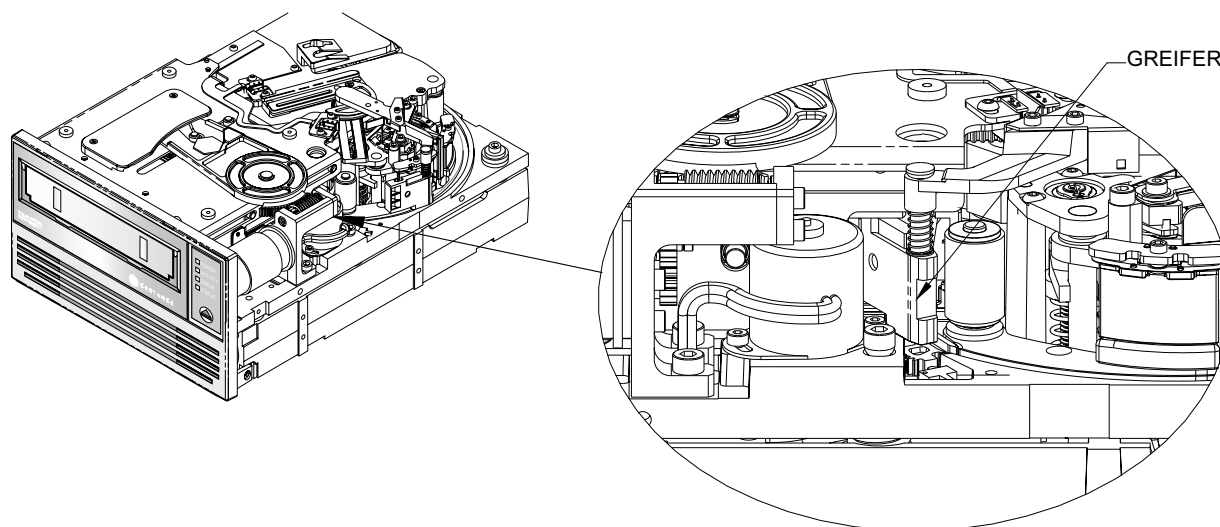

Abbildung 26. LTO-1- und LTO-2-Laufwerke mit dem Bandgreifer in der Nähe der Kassette dargestellt
9. Schieben Sie den Greifer vorsichtig zur Kassette hin, wie in Abbildung 26 auf Seite 86 dargestellt.